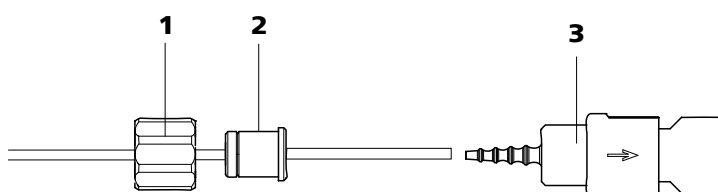

图 29 安装带过滤器的泵管接口
- **情况 A：带过滤器** 6.2744.180 （参见图 29，第 49 页）的泵管接口或